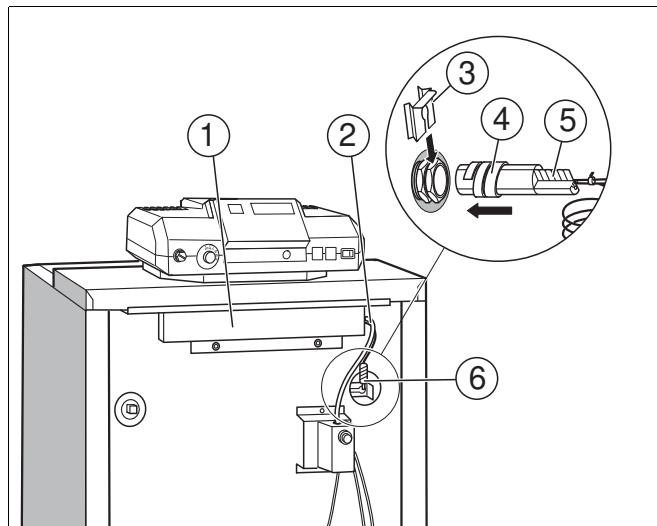

Рис. 12 Передняя крышка котла
- Снять крышку ниши для кабеля (Рис. 12, **поз. 1**).
- Провести капиллярные трубы температурных датчиков и, для системы управления серии Logamatic, провод датчика температуры котловой воды под передней крышкой котла вперед к месту замера (Рис. 12, **поз. 2**). Провода при этом разматывать только на необходимую длину.
- Провести провод горелки (Рис. 12, **поз. 3**) под передней крышкой котла назад к подключению системы управления.
- Температурный датчик вставить до упора в гильзу (Рис. 12).
- Пластмассовая спираль (Рис. 12, **поз. 4**) автоматически сдвигается назад. Компенсационная пружина (Рис. 12, **поз. 5**) должна быть вставлена в гильзу.
Надеть фиксатор датчиков (Рис. 12, **поз. 6**; поставка с системой управления) сбоку или сверху на оголовок гильзы (Рис. 12, см. стрелку).